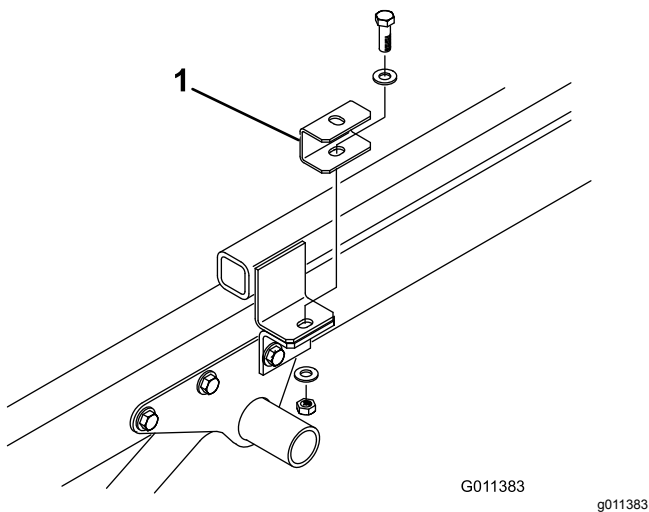

Figura 7
4. Sujete un espaciador a la parte superior de cada pestaña del bastidor de enganche con el tornillo, las 2 arandelas planas y las contratuercas que retiró anteriormente (Figura 7).
- Coloque la máquina sobre el bastidor del vehículo Workman, alineando los taladros en los soportes de montaje traseros con los taladros a cada lado del bastidor (Figura 7).